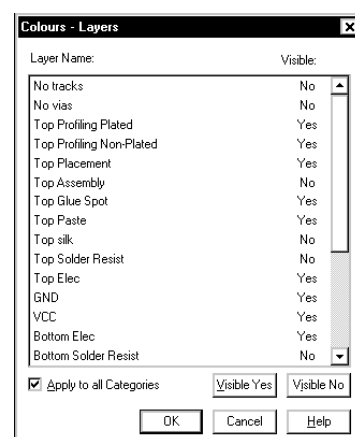

Рис. 3. Настройка параметров отображения слоев.
11. Убедимся, что опция Apply To All Categories включена (рис. 3), что означает, что данные действия применяются для всех элементов находящихся на данном слое, и нажмем кнопку OK.